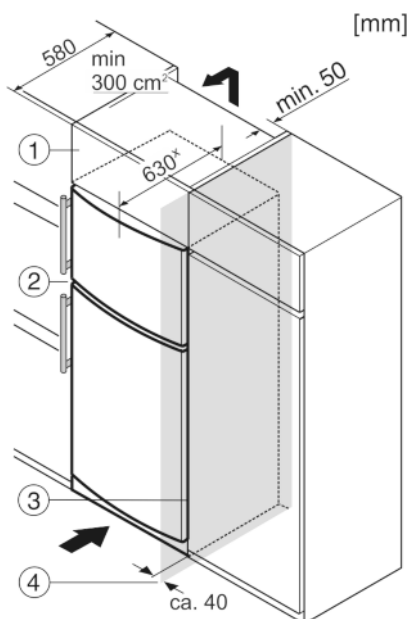

Fig. 9
Устройство может быть окружено предметами кухонной обстановки. Чтобы уравнять устройство Fig. 9 (2) по высоте с кухонной стенкой, можно установить над устройством соответствующий дополнительный шкафчик Fig. 9 (1).
При комбинировании с кухонными шкафами (глубина макс. 580 мм) устройство можно установить непосредственно рядом с кухонным шкафом Fig. 9 (3). Устройство выступает сбоку на 34 мм* и по центру на 50 мм* относительно передней стенки кухонного шкафа.
Если устройство установлено на шарнирах у стены Fig. 9 (4), то расстояние между устройством и стеной должно быть не менее 40 мм. Настолько выступает ручка при открытой дверце.